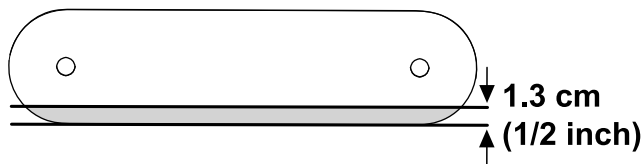

图 19
1. 在卸下的支撑板上从前面向后修剪 1.3cm 剪掉图 19 中所示的阴影区。